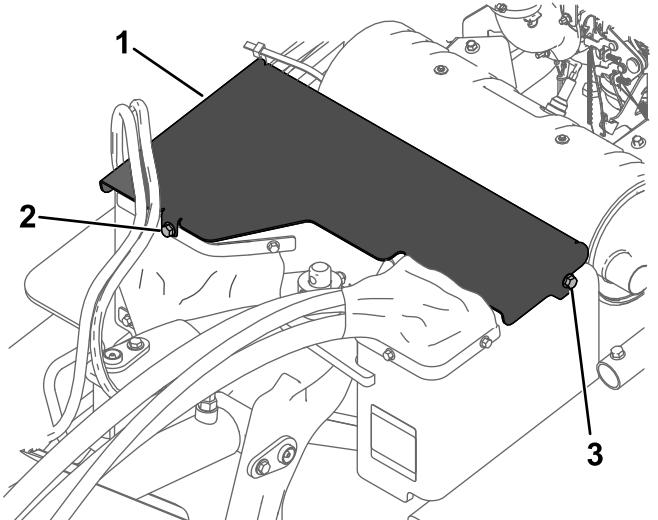

Figura 25
- Rimuovete il bullone anteriore e allentate il bullone sinistro che fissa il coperchio anteriore alla macchina (Figura 25).
- Fate scorrere il coperchio leggermente in avanti e tirate verso l'alto per rimuoverlo (Figura 25).
- Per montare il coperchio anteriore, fate scorrere il coperchio anteriore in posizione e fissatelo con i 2 bulloni (Figura 25).